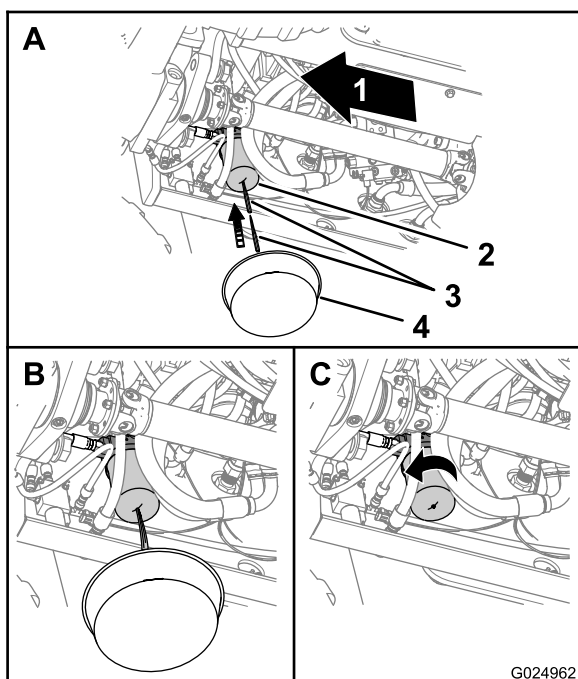

Figura 97
1. Posicione uma bandeja de drenagem sob o filtro de óleo da transmissão (Figura 97).
2. Perfure o fundo do filtro de transmissão e permita que o fluido hidráulico residual escoe para o recipiente (Figura 97).
3. Remova o filtro da transmissão com uma chave saca-filtro e descarte o filtro (Figura 97).
6. Instale o novo filtro com a mão e aperte firmemente o filtro 1/2 a 3/4 de volta após ter feito contato com o cabeçote do filtro (Figura 97).